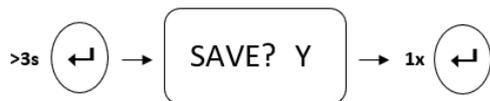

Abbildung 58: Einstellungen für Bus-Adresse und Baudrate am Socomec e24
- Schalten Sie mit der „△“-Taste die Menüunterpunkte durch bis zur Einstellungs Menü „Addr“. Prüfen Sie Die Bus-Adresse, ob diese auf „005“ eingestellt ist. Sollte dies nicht der Fall sein, stellen die diese mithilfe der nachfolgenden Abbildung 58 auf „005“ ein.
- Schalten Sie mit der „△“-Taste die Menüunterpunkte durch bis zum Einstellungs Menü für die Baudrate „baud“. Prüfen Sie die Baudrate, ob diese auf „9,6 k“ eingestellt ist. Sollte dies nicht der Fall sein, stellen die diese mithilfe der nachfolgenden Abbildung 58 auf „9,6 k“ ein.